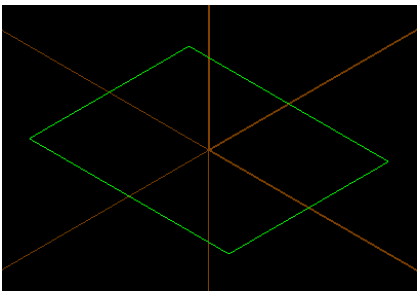

图 1-8 绘制矩形
- 2) 单击“F9”，打开“坐标轴显示开关”，单击上部快捷命令图标区图标，将萤幕视角切换到等角视角，如图 1-8 所示。